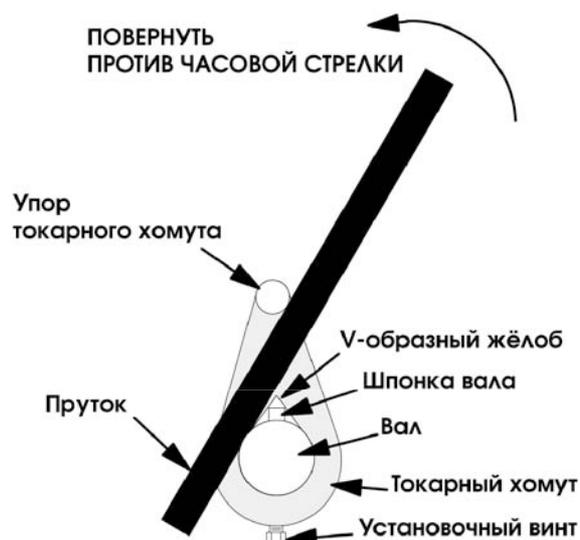

Рис. 3. Освобождение рабочего колеса
Верните на место шпонку вала (16), если она была до этого снята. Установите токарный хомут с V — образным вырезом на вал (17) со стороны двигателя так чтобы его V-образный вырез находился над шпонкой. (Рис. 3.)
Используя длинный массивный пруток как рычаг, как показано на Рис. 3, действуйте им против упора на хомуте по направлению против часовой стрелки (если смотреть на вал со стороны двигателя). Рабочее колесо должно быть всё ещё заблокировано. Постарайтесь не повредить при этом вал или